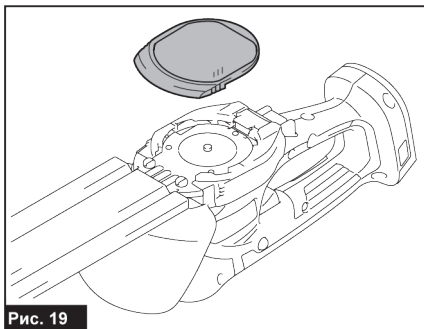

Рис. 19
3. Снимите нижнюю крышку (рис. 19).